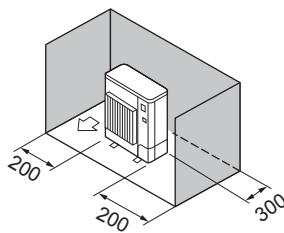

Fig. 2-9
③ Εμπόδια στην πίσω και στις δύο πλαϊνές πλευρές μόνο (Fig. 2-9)